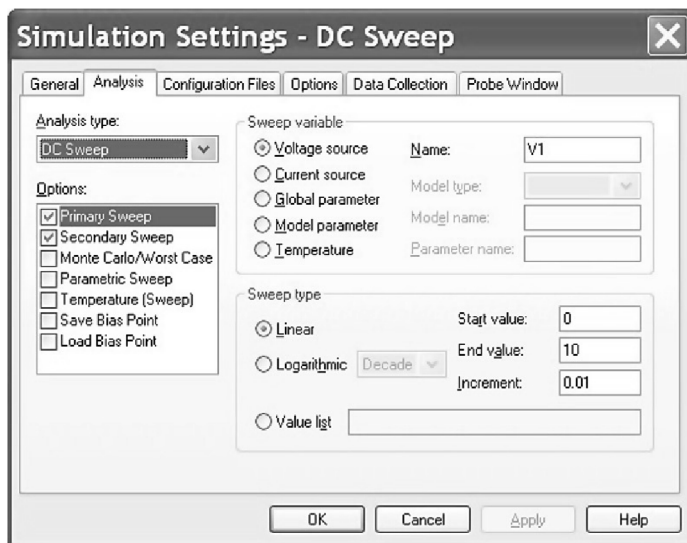

图 15.12 主扫描设置
2. 设置嵌套直流扫描分析。如图 15.12 所示,电压源 V1 设置为主扫描,起始值为 0V,结束值为 +10V,步进为 0.01V。如图 15.13 所示,温度设置为辅扫描,起始值为 -55℃,结束值为 +75℃,步进为 10℃。